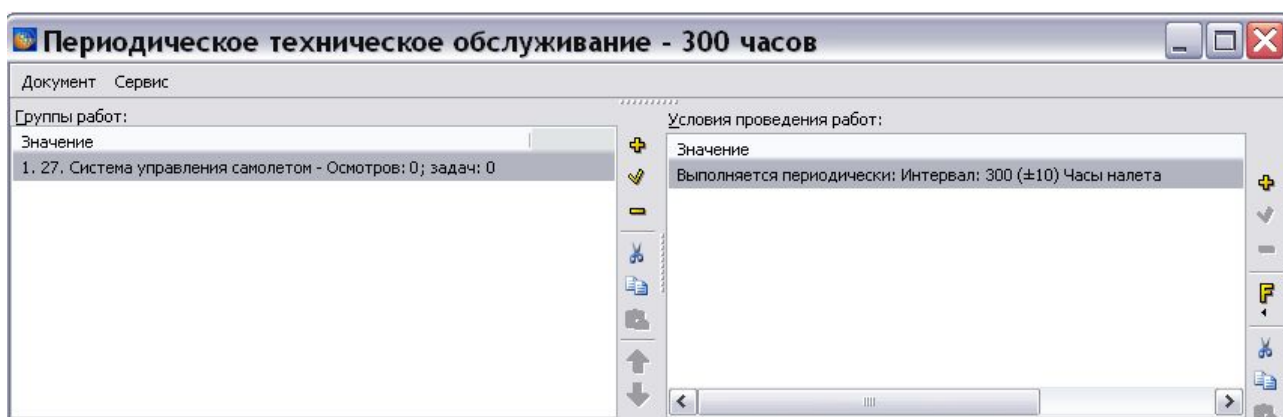

Рис. 7.74
3. Выберите из списка название формы. В рассматриваемом примере имеется форма с названием «Форма А». После выбора формы в окне **Условия проведения работ** появится вид работ и условие проведения работ (Рис. 7.74).